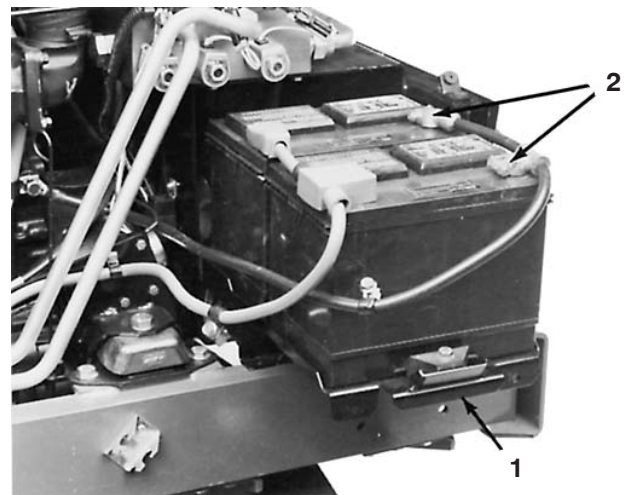

Bild 55
2. Nehmen Sie die Kopfschrauben ab, mit denen das Batteriefach an der Maschine befestigt ist, und schieben Sie das Fach heraus (Bild 55).
4. Ziehen Sie das Minuskabel (–) von den Batterien ab (Bild 55). Schließen Sie ein 3 bis 4 Ampere Ladegerät an die Batteriepole an. Laden Sie die Batterien bei einer Rate von 3 bis 4 Ampere vier bis acht Stunden lang auf.